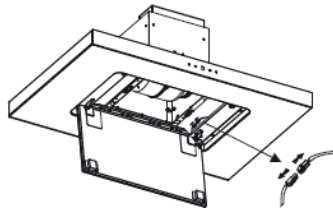

Bild 2
2. Suchen Sie das Lichtanschlusskabel an der Rückseite der Kabelbuchse. Ziehen Sie das Kabel leicht heraus und trennen Sie den Anschluss (siehe Bild 2).